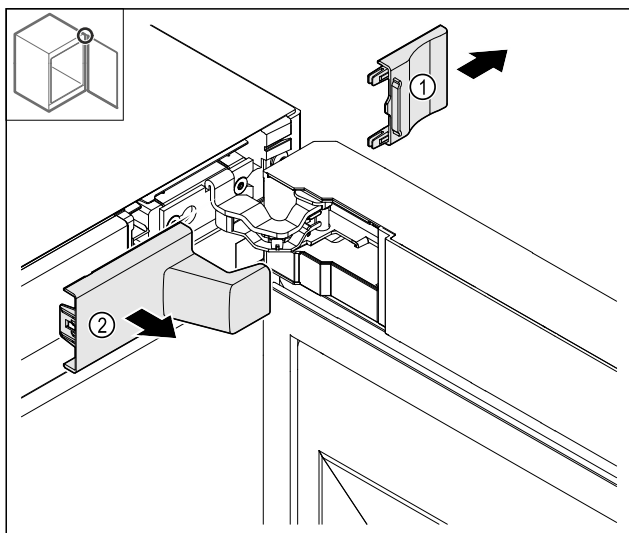

Fig. 9
- ▶ Afdekking Fig. 9 (1) en vervolgens Fig. 9 (2) verwijderen.